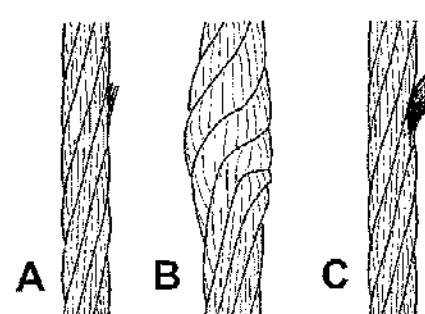

Fig. 4
**! Para comprobar los cables con respecto a los criterios de deshecho (sustitución cable), tomen como referencia la norma ISO 4309:2011. (Véase Fig.4 para algunos ejemplos).**